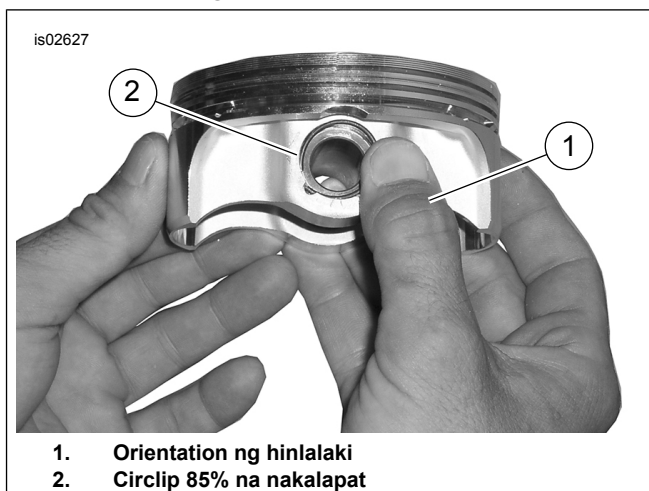

Figure 4. Ikabit ang Circlip
- Tingnan ang Figure 4 . Iposisyon ang iyong hinlalaki (1) tulad ng ipinapakita. Diinan nang maigi hanggang humigit-kumulang 85% ng circlip (2) ay nakalapat sa groove.